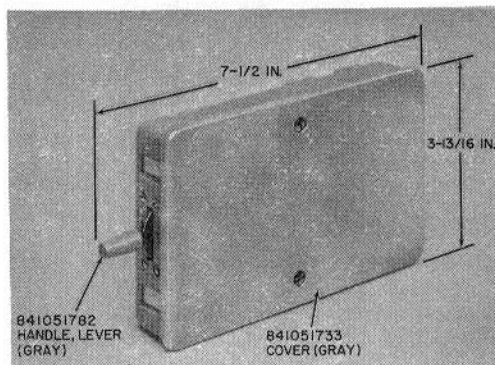

Fig. 1—6017-Type Keys
2.03 **6017-Type Key (Fig. 1):**